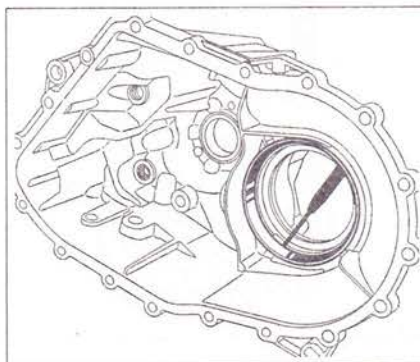

Рис. 5.75. Снимите внешнюю опору большого подшипника дифференциала при помощи борodka с тонким цилиндрическим концом.
3. Снимите внешнюю опору большого подшипника дифференциала при помощи борodka с тонким цилиндрическим концом (рис. 5.75).